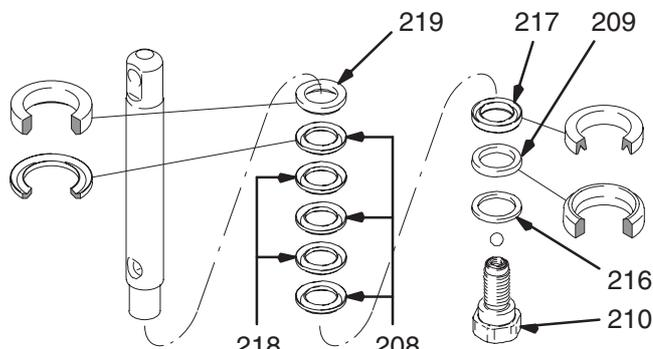

Fig. 9
Fig. 9. Antes de montar, empape todas las empaquetaduras de cuero con aceite SAE 30W durante 1 hora como mínimo. Coloque el casquillo macho (219) en el vástago del pistón. Coloque las empaquetaduras alternando las empaquetaduras UHMWPE (208) con las de cuero (218) (observe la orientación) en el vástago del pistón. Coloque el casquillo hembra (217). Coloque la arandela de protección (216) y la copela en U (209) (observe la orientación) en la válvula del pistón (210). El parche especial de sellado de las roscas de la válvula del pistón es válido para cuatro cambios de empaquetaduras. Después de estos cuatro cambios, aplique Loctite® en las roscas de la válvula del pistón.